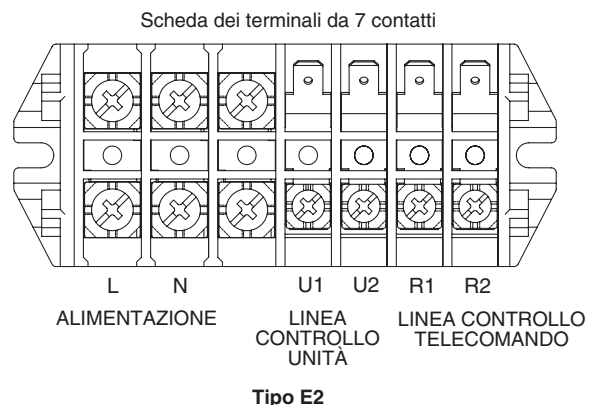

Fig. 4-2
- (1) Per una spiegazione di "B", "C" ed "D" nel diagramma sopra, consultare la sezione 4-2 "Lunghezza e diametro raccomandati per i cavi di alimentazione".
- (2) Lo schema di collegamento di base dell'unità interna mostra la scheda dei terminali; la scheda installata nell'unità in uso potrebbe tuttavia differire. (Fig. 4-2)
- (3) L'indirizzo del circuito refrigerante (R.C.) deve essere impostato prima di accendere il sistema.
- (4) Per quanto riguarda l'impostazione dell'indirizzo del circuito del refrigerante (R.C.), vedere le istruzioni per l'installazione fornite con l'unità esterna.